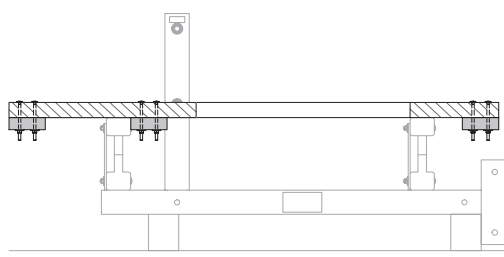

Fig. B5.08
- Se necessario, fissare anche l'impalcato alla botola di discesa a tre travi. (Fig. B5.08)